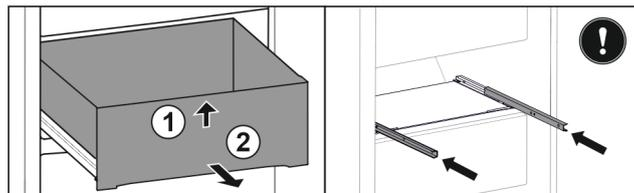

Fig. 158
- Sollevare il cassetto dal davanti. Fig. 158 (1)
- Rimuovere il cassetto tirandolo in avanti. Fig. 158 (2)